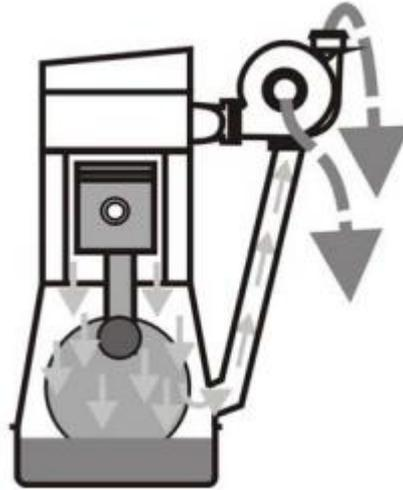

Figura 1. Presión óptima de gases en cárter.
7. Verificar que la presión de gases en el cárter esté dentro de los parámetros normales de trabajo. Una presión muy alta causada por restricciones en el sistema de escape de aire o por pistones en mal estado evitará que el turbocargador retorne aceite al motor; de tal manera que obligará al turbocargador a expulsar el aceite por alguno de los sellos generando goteo en la admisión o el escape (ver figura 1).